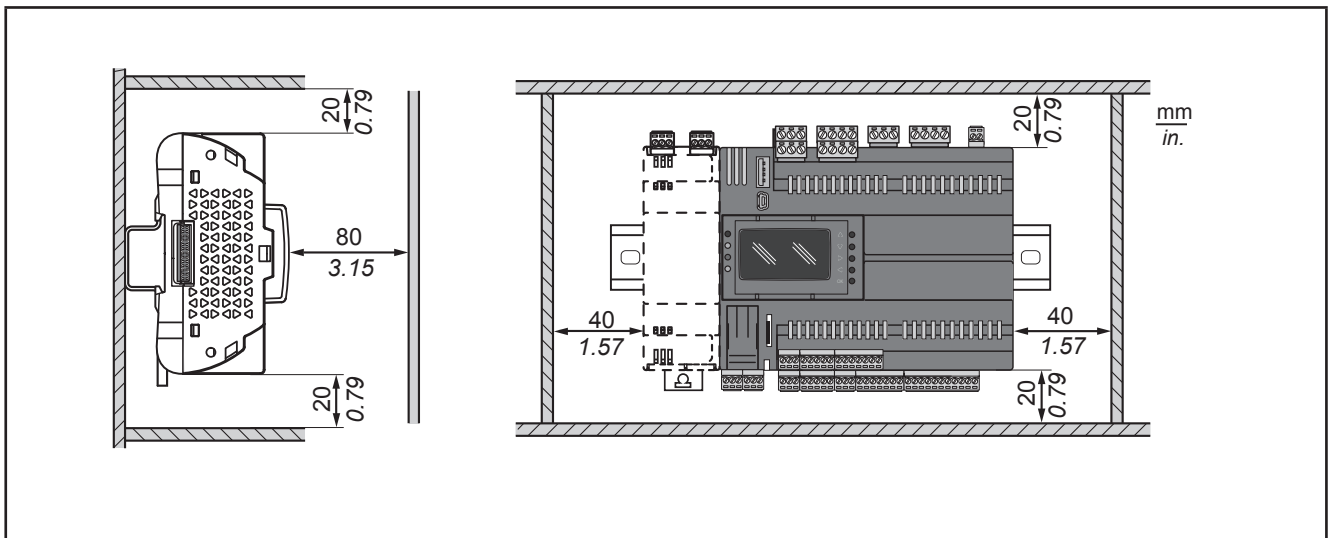

Рис. 6. Расстояния или зазоры
Контроллер компрессорных центральных **EWCM 9000 PRO (HF) CO₂** разработан как прибор с классом IP20 и должен устанавливаться в корпус. Соблюдайте указанные зазоры при установке прибора (см Рис. 6 на странице 22).